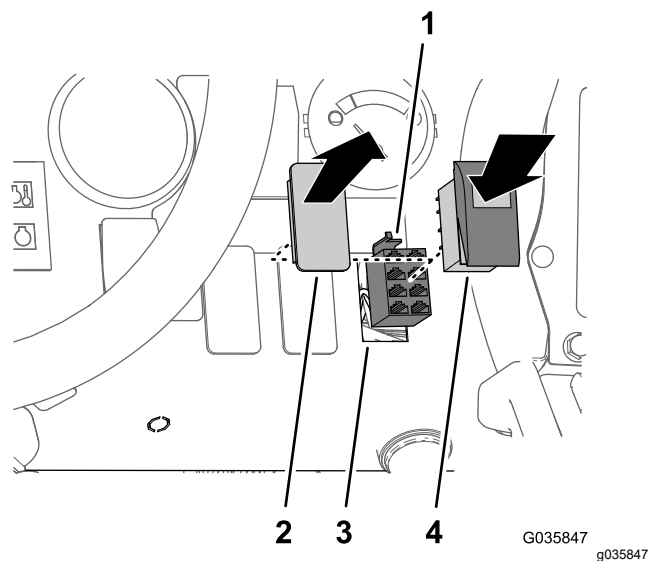

图 35
- 在图 35 所示的位置处拆下仪表板中的开关塞。
- 将标记为超声波模式手动与自动的超声波喷洒臂修整套件线束的 8 插槽接头连接至摇臂开关图 35。
- 将摇臂开关插入仪表板的开口直至开关牢固卡入仪表板图 35。